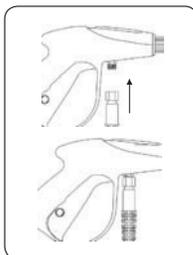

FIGURA 6
1. Solamente para los modelos 1700W, 2000W y 2600W atornille firmemente el conector de la punta de la manguera en la pistola. Utilice una llave de 17mm (no suministrada) para apretar la tuerca (figura 6).